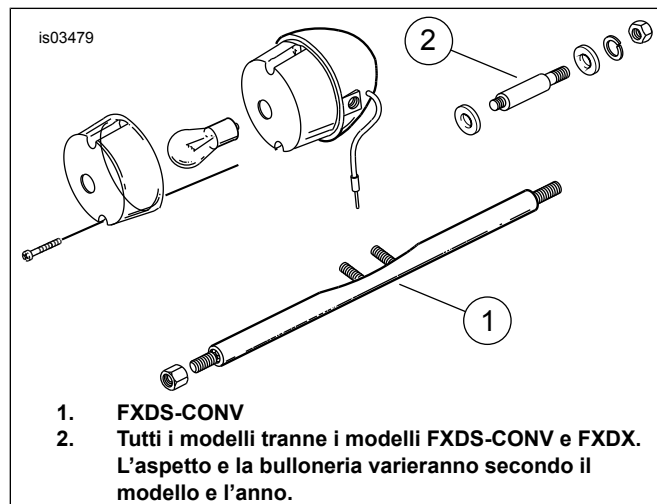

Figura 5. Tutti i modelli (tipico sostegno di tipo cilindrico)
Per i modelli XL dotati di sostegni di tipo cilindrico, vedere Figura 5 per le istruzioni di installazione.
Per i modelli Dyna dotati di sostegni di tipo cilindrico, vedere Figura 5 per le istruzioni di installazione.
Per i modelli Softail dotati di sostegni di tipo cilindrico, vedere Figura 5 per le istruzioni di installazione.
3. Vedere Figura 5. Rimuovere il guscio della luce dal sostegno dell'indicatore di direzione. Conservare la bulloneria. Eliminare la luce.